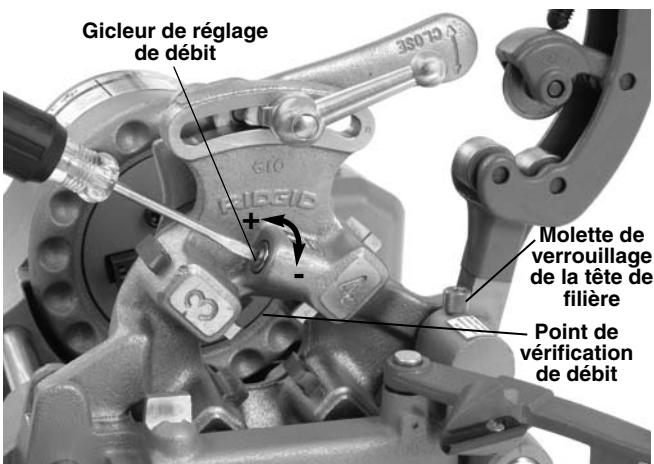

Figure 7 – Réglage du débit de liquide de filetage
18. Rabaissez la tête de filière pour l'amener en position de filetage. Appuyez sur la pédale de commande et attendez l'apparition de liquide de filetage au niveau des filières n° 3 et n° 4 de la tête de filière (*Figure 7*). Si la tête de filière a été enlevée de l'appareil ou si elle est restée inutilisée pendant une période prolongée, l'arrivée du liquide risque de prendre jusqu'à 10 secondes. Le liquide de filetage doit s'écouler à un régime d'environ une goutte par seconde. Un débit supérieur gaspillerait le liquide, tandis qu'un écoulement plus lent risquerait d'endommager la tête de filière, nuire à la qualité des filetages et augmenter la température du processus.
19. Pour régler le débit du liquide de filetage, tenez la pédale de commande appuyée et servez-vous d'un tournevis plat pour serrer ou desserrer le gicleur qui se trouve sur la tête de filière (*Figure 7*). Serrez le gicleur pour réduire le débit et desserrez-le pour l'augmenter.
verrouillage du chariot (Figure 7) afin de libérer le goujon de tête de filière et retirez la tête du chariot.